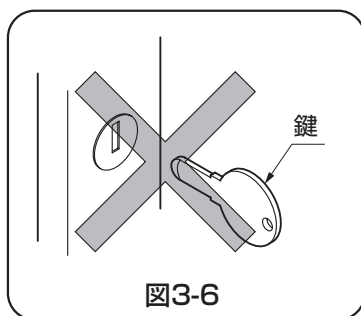

図3-6
- ハンドルを取付けるとき、シリンダーに鍵を差込んだ状態で取付けないでください。鍵が抜けなくなります。（図3-6参照）
- 鍵の差込みは、ハンドル取付け後に行なってください。（図3-6参照）